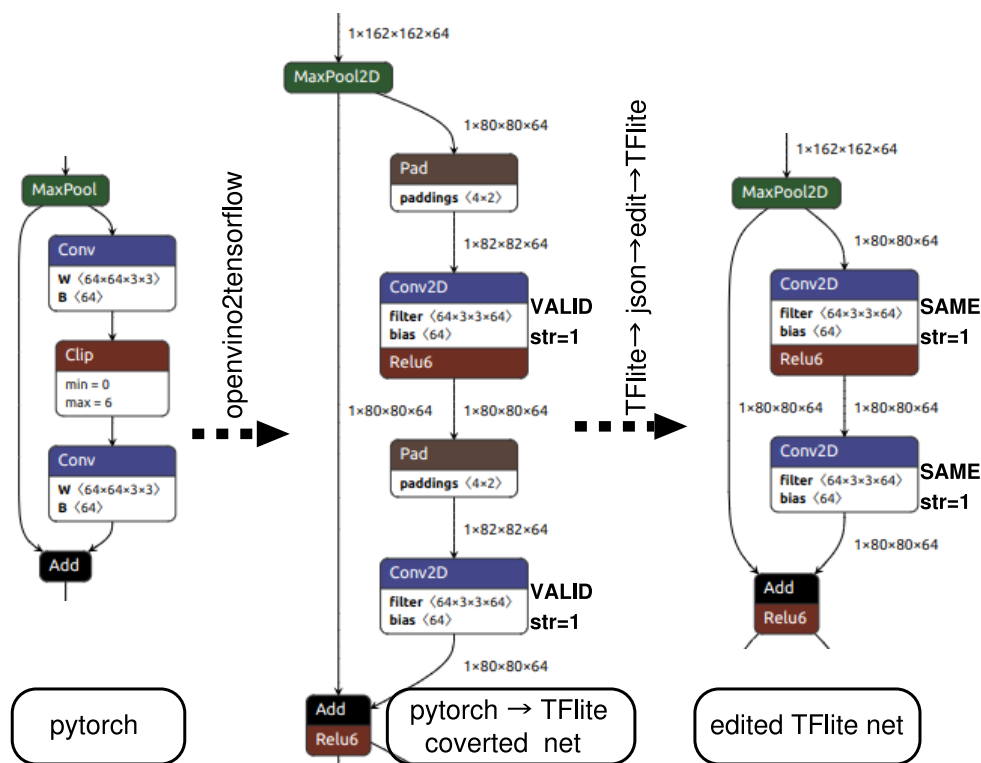

図2. pytorch → TFlite 変換で余分なPADが発生する問題と対処
- TFlite のネットワークを編集し、Pad+Conv2D(valid) を Conv2D(same) に置き換えた(図2)